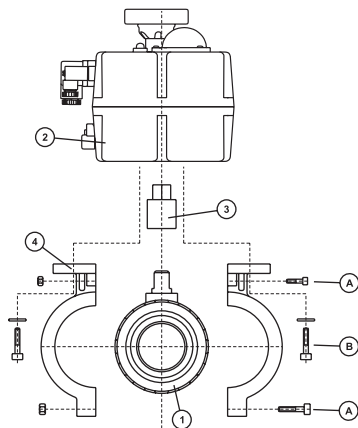

Рис. 19
5. Открутите винты (а, рис. 19).
6. Отделите пневмопривод (4) от крана с голым валом (рис. 19).